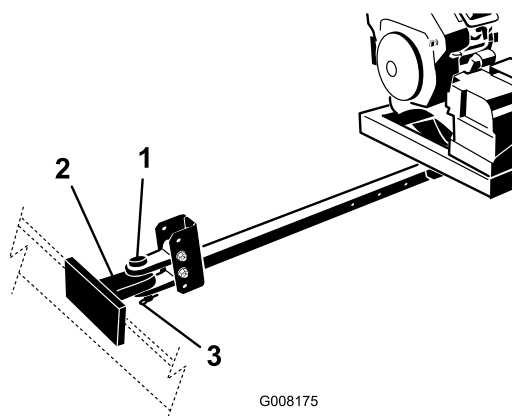

図 6
7. ヒッチピンとリンチピンを使って、フロアのヒッチクレビスを牽引車両のヒッチに接続する 図 6。